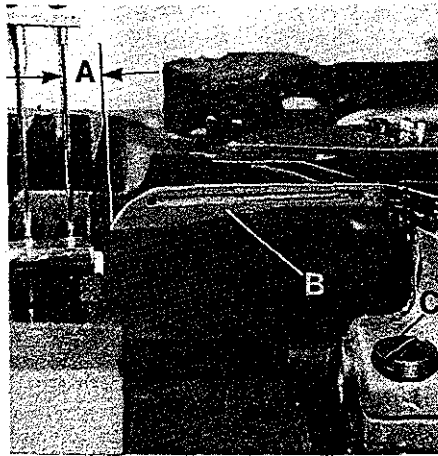

Fig. 21
Turn the pulley until the looper (B, Fig. 21) is at its farthest position to the right. In this position the distance (A) from the center of the right needle to the point of looper should be 4,0 mm (5/32 in.) on the two-needle 8, 10 and 12 gauge styles and 3,6 mm (9/64 in.) on the two- or three-needle 16 gauge styles. Looper gauges No. 21225-5/32 and No. 21225-9/64 can be used advantageously in making this setting.
Montieren Sie den hinteren Nadelanschlag, wenn noch nicht eingebaut. Drehen Sie an der Handrad-Riemenscheibe bis der Greifer (B, Fig. 21) in seiner rechten Einstellung ist. In dieser Stellung muß der Abstand (A) zwischen Mitte rechter Nadel und Greiferspitze 4,0 mm (5/32 in.) bei den Zweinadel 8, 10 und 12 gauge Maschinen und 3,6 mm (9/64 in.) bei den Zwei- oder Dreinadel 16 gauge Maschinen sein. Die Greifereinstellehren Nr. 21225-5/32 und Nr. 21225-9/64 erleichtern diese Einstellung.
For adjustment loosen clamp screw (C, Fig. 21) and rotate the looper holder as required. Retighten the clamp screw.
Zur Einstellung lösen Sie die Pratzschraube (C, Fig. 21) und verdrehen den Greiferhalter entsprechend. Ziehen Sie die Schraube wieder an.